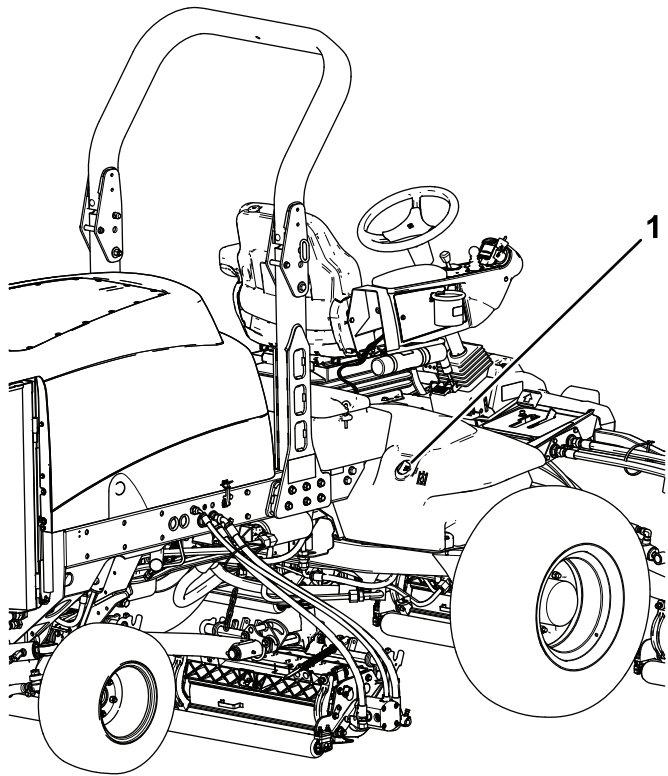

Figure 82
2. Nettoyez la surface autour du goulot et du bouchon de remplissage du réservoir hydraulique (Figure 82).